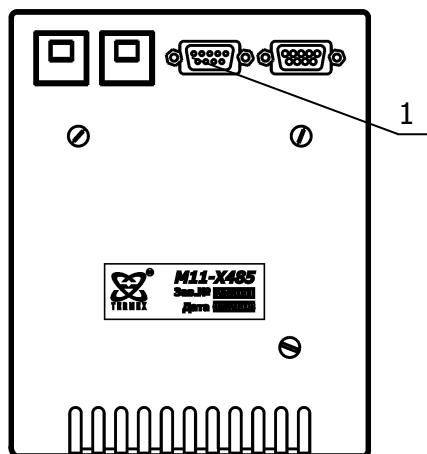
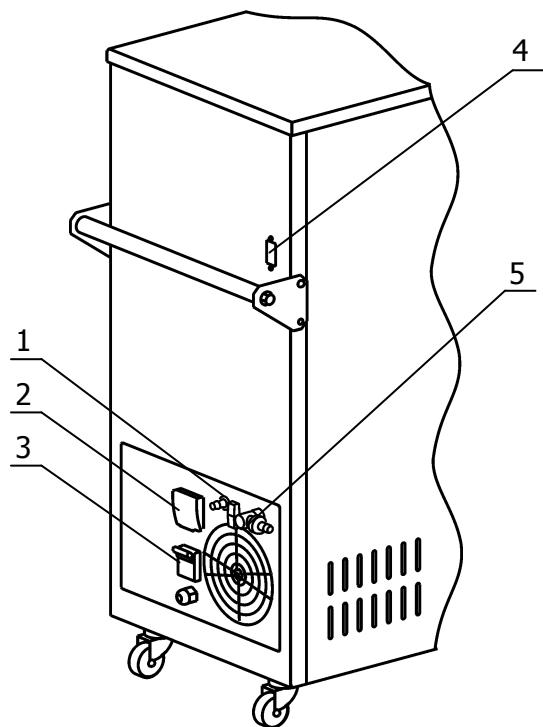

Рисунок 4 — Задняя панель блока регулирования температуры
Рисунок 5 — Боковая панель корпуса термостата
2.2.4 К переливному патрубку 1 (рисунок 5) присоединить сливной шланг. Противоположный конец шланга опустить в емкость объемом не менее 1.5 л. Это необходимо для предотвращения разлива теплоносителя, вытесняемого при нагревании из-за его температурного расширения или при заполнении ванны.
2.2.5 Заполнить термостат теплоносителем через отверстие в крышке, учитывая диапазон применения (1.2.6). Жидкость следует наливать (доливать) в ванну термостата до момента начала ее слива из переливного патрубка 1 (рисунок 5).
2.2.7 Вставить вилку шнура питания блока регулирования температуры в розетку 2 (рисунок 5). Соединить кабелем из комплекта поставки блок регулирования (разъем 1, рисунок 4) и холодильную машину (разъем 4, рисунок 5). Шнур питания термостата подключить к питающей сети напряжением 220 В, при этом автоматический выключатель 3 (рисунок 5) должен быть выключен.
2.2.8 Автоматический выключатель 3 перевести в положение включено (рисунок 5).
2.2.9 При проведении работ по очистке термостата, слить теплоноситель через сливной кран 5 (рисунок 5).